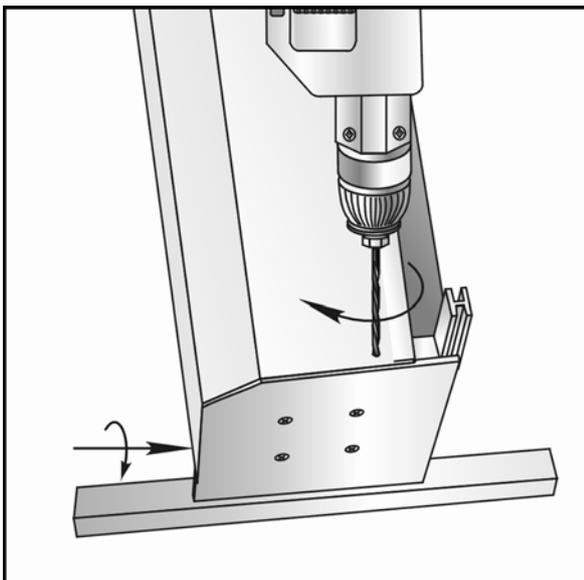

Рис. 2.7
5. Разметить и сверлить совместно отверстия $\varnothing 4,2$ мм в передних отбортовках крышек боковых и крышке короба (по два отверстия с каждой стороны короба) для последующей установки заклепок (рис. 2.7).